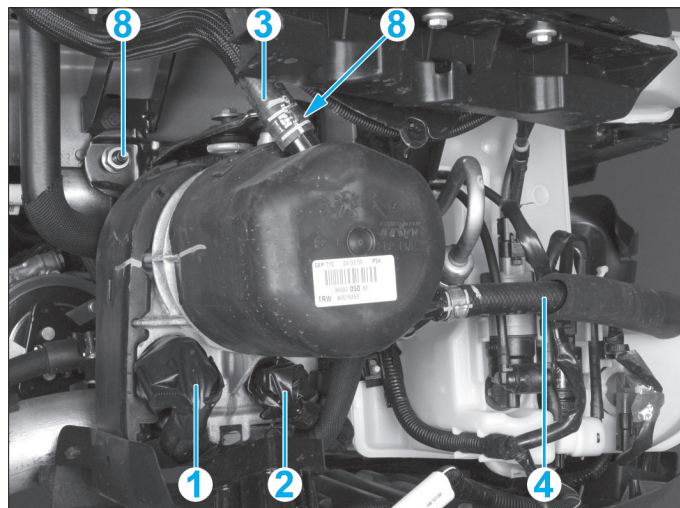
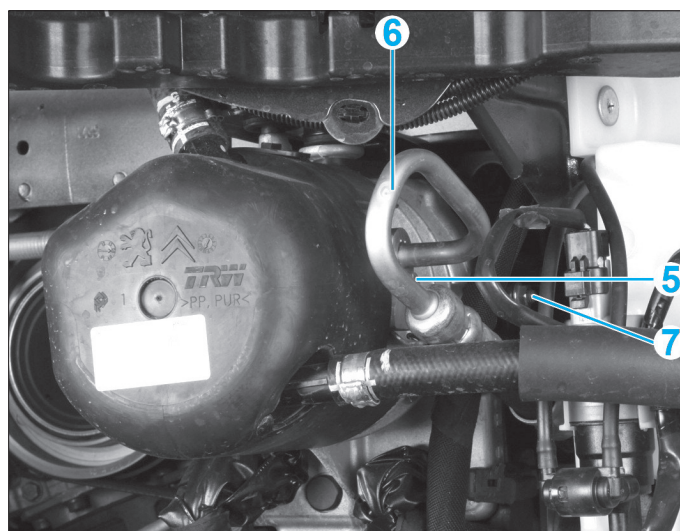

Fig. 21
Fig. 22
- les protections étanches des connecteurs (1) et (2) (Fig.21).
- Débrancher les connecteurs (1) et (2).
- Pincer les durits d'alimentation (3) et de retour (4) puis les débrancher.
- Déposer la vis de fixation (5) du raccord haute pression et débrancher la canalisation (6) (Fig.22).
- Desserrer la vis de fixation (7) du groupe.
- les écrous de fixation (8) (Fig.21),